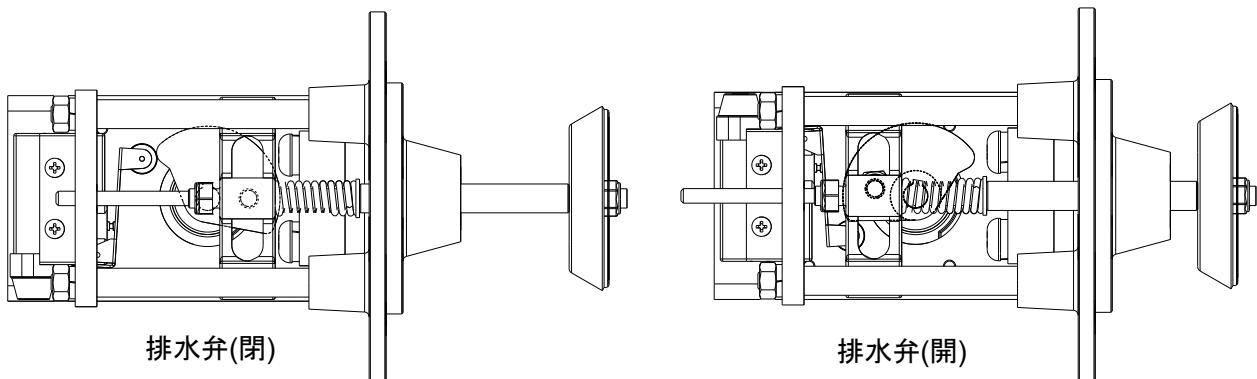

図8-16
3) 排水弁の動作確認 (図8-16)
- ⑯蝶ナットを緩め、⑪掃除口フタと⑫掃除口フタパッキンを外します。